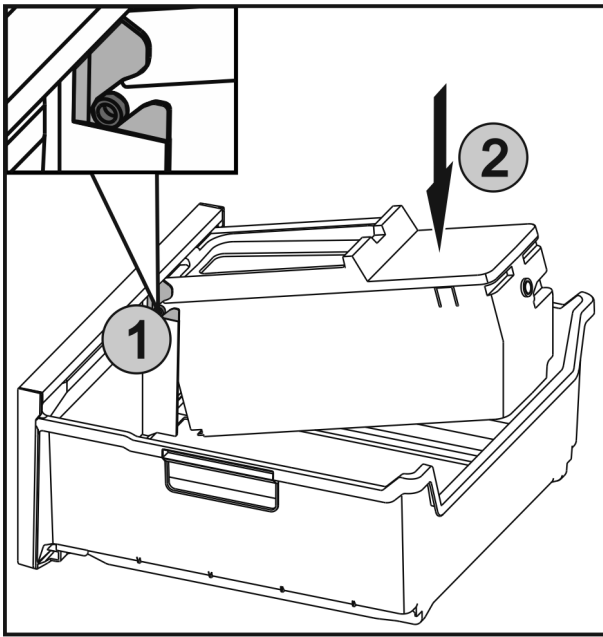

Fig. 59
- ▶ Вставити осі Fig. 59 (1) на EasyTwist-Ice у напрямні та натиснути на задню сторону Fig. 59 (2) до фіксації накладки.